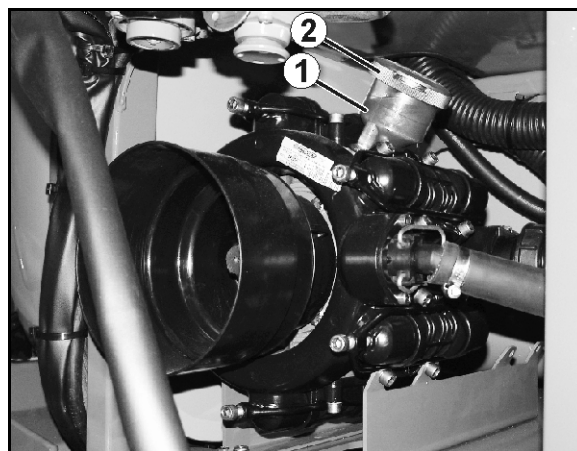

Fig. 173
- Det kontrolleres, at stempelmembranerne (Fig. 173/8) fungerer upåklageligt mindst en gang årligt ved at afmontere dem.
- Læg mærke til, hvordan ventilerne på suge- og tryksiden er monteret, inden ventilgrupperne (Fig. 173/5) afmonteres.
- Alle stempelmembraner skal principielt skiftes (Fig. 173/8) også hvis kun en stempelmembran er brækket, porøs eller ødelagt.
2. Boltene (Fig. 173/1) løsnes og spændebøjlen (Fig. 173/2) fjernes.
3. Suge- og trykkanal (Fig. 173/3, Fig. 173/4) samt ventilgrupper (Fig. 173/5) fjernes.
4. Når skruerne er fjernet (Fig. 173/6), tages cylinderhovedet (Fig. 173/7) af.
5. Kontrollér stempelmembranen (Fig. 173/8)..
- Stempelmembranerne (Fig. 173/8) fastgøres til stemplet (Fig. 173/9) med holdeskive og skrue (Fig. 173/11), så kanten peger på siden af cylinderhovedet (Fig. 173/7).
- Møtrikkerne (Fig. 173/1,2) skal strammes over kors med den anførte tilspændingsværdi. Hvis boltene ikke er spændt korrekt, bevirker det, at pumpen bliver utæt
1. Skruen (Fig. 173/11) løsnes og stempelmembranen (Fig. 173/8) afmonteres sammen med holdeskiven (Fig. 173/9) fra stemplet.
3. Cylinderen (Fig. 173/10) i pumpehuset afmonteres.
6. Cylinderen (Fig. 173/10) sættes atter i pumpehuset.
7. Stempelmembranerne (Fig. 173/8) monteres.
8. Cylinderhovedet (Fig. 173/7) monteres på pumpehuset og skruerne (Fig. 173/6) spændes ens over kors.
9. Efter at ventilgruppen (Fig. 173/5) er kontrolleret og rengjort, monteres ventilgruppen igen.
11. Suge- (Fig. 173/3) og trykkanal (Fig. 173/4) monteres på pumpehuset.
12. Møtrikkerne (Fig. 173/1,2) spændes over kors med en tilspændingsværdi på **11 Nm**.